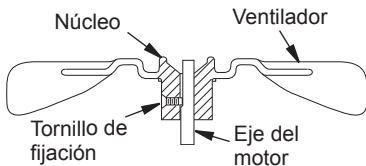

Figura 9 - Sección transversal del ventilador
15. Vuelva a colocar el ventilador en el eje del motor. Asegúrese de que el tornillo de fijación esté tocando la parte posterior de la superficie plana del eje del motor (consulte la figura 9).